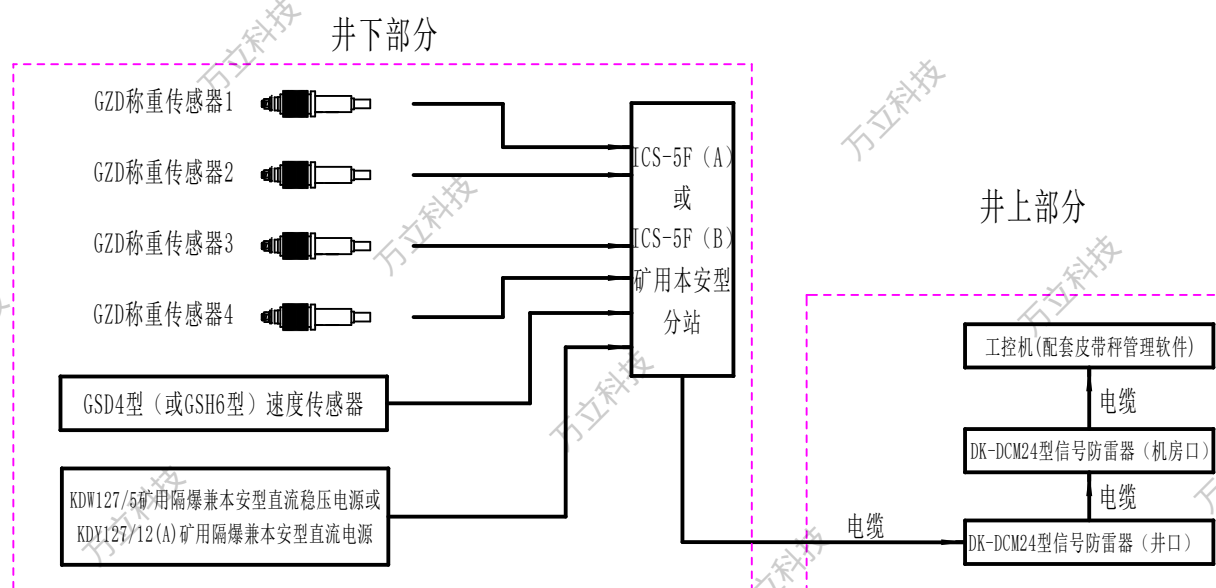

图 5 数据通过电缆传输至井上使用的电子皮带秤系统
2.3.2 使用 ICS-5F(A)或 ICS-5F(B)矿用本安型分站（见图 5 和表 1-5）